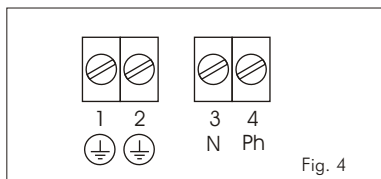

Fig. 4
**1A-** Brancher l'alimentation 230 Vac sur les bornes correspondantes (fig. 4):